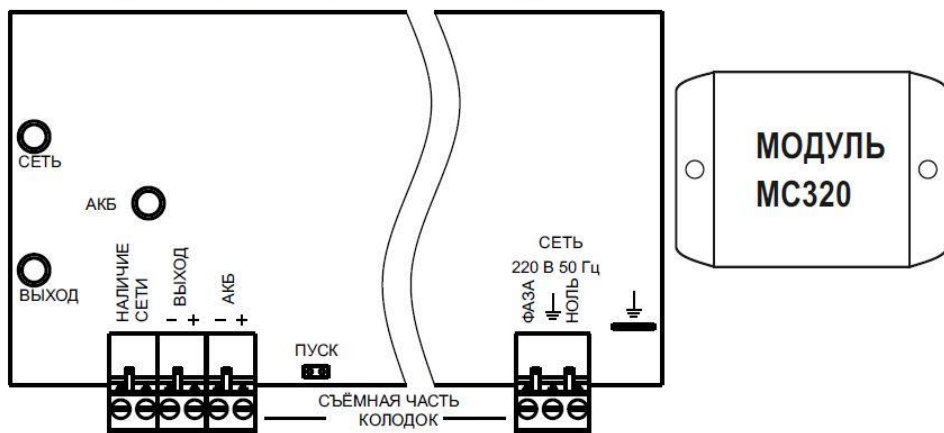

Рисунок 2 - Общий вид без крышки
Конструктивно изделие представляет собой плату, которая поставляется в комплекте с быстросборным металлическим корпусом. При открытой крышке (см. рис. 2) осуществляется доступ к плате с установленными на ней светодиодами «СЕТЬ», «ВЫХОД», «АКБ» (светодиоды видны и при закрытой крышке сквозь окно в корпусе); колодками «СЕТЬ», «ВЫХОД», «АКБ», «НАЛИЧИЕ СЕТИ»*, «С300» и парой контактов «ПУСК». Для удобства монтажа колодки имеют съёмные части. АКБ устанавливаются в нижней части корпуса изделия.
- Установить модуль МС320 при помощи монтажных пистонов, входящих в комплект поставки (см. рис. 2.). Подключить шлейф Ш1 модуля МС320 к выходу «Наличие сети» (ACON) при помощи перемычек, входящих в комплект поставки